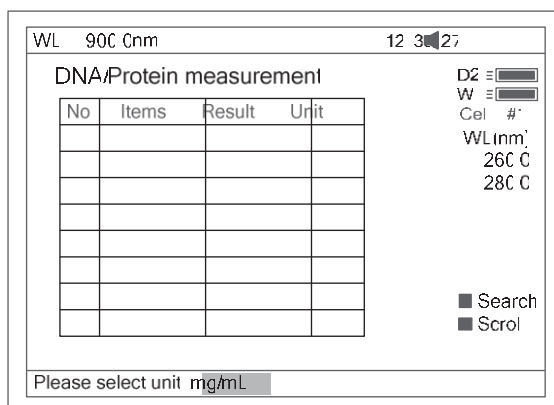

Fig 63
3. Pulse **F3** para seleccionar la unidad de concentración (Fig 63).